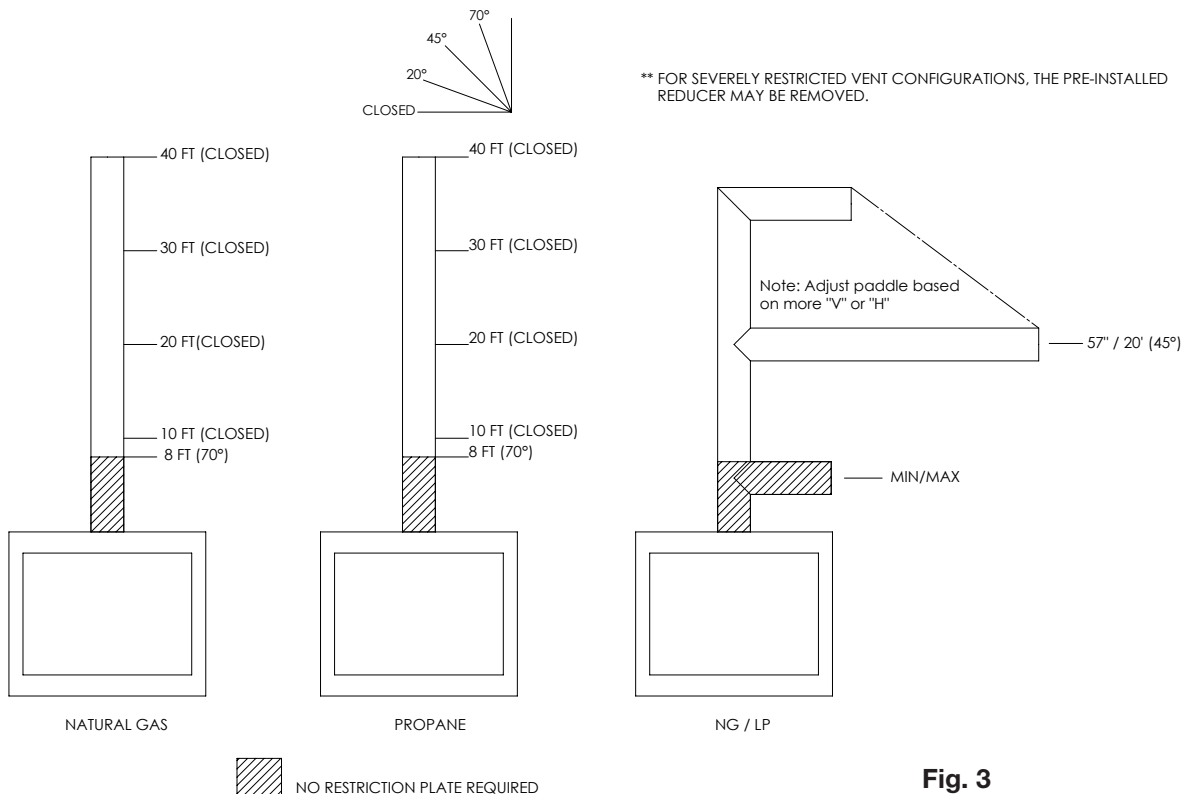

Fig. 3
- Selon la quantité de restriction souhaitée, la plaque de bride peut être laissée à plat pour la plupart restriction ou tordues à différents degrés de restriction (voir Figure 3 for guide de restriction).